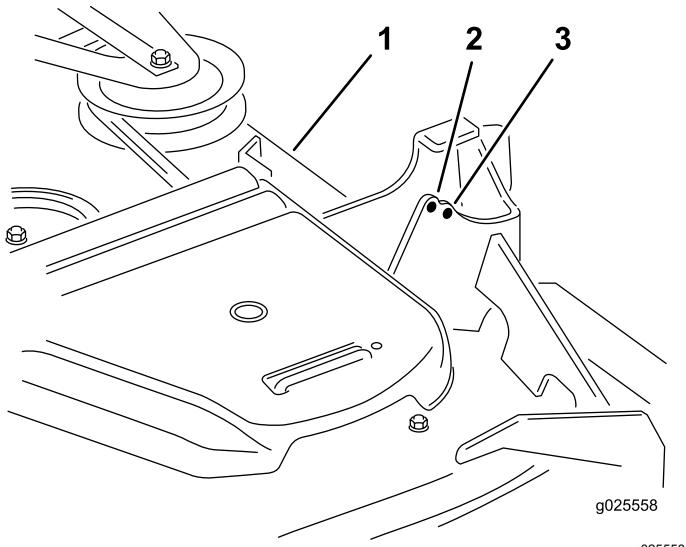

Bild 79
**Hinweis:** Das Mähwerk wird werkseitig in den vorderen Löchern befestigt (Bild 79). Verwenden Sie ggf. die vorderen Löcher, wenn Sie bei der Nivellierung des Mähwerks weitere Einstellungen benötigen.